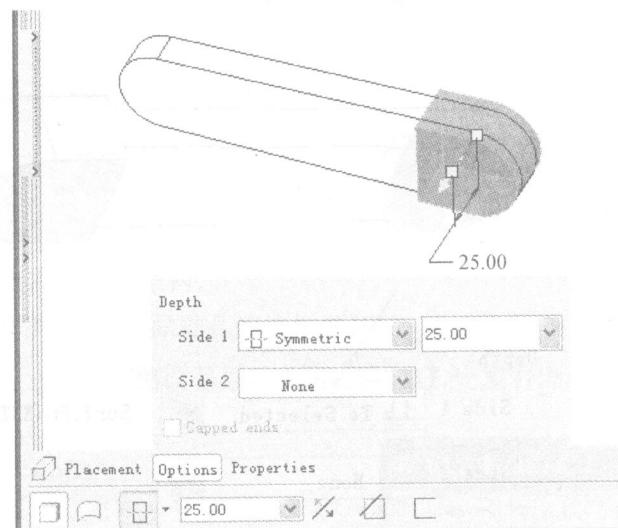

图 7-6
③ 点击 ,完成草绘 →【Options(选项)】→修改深度方式为【Symmetric(对称)】→修改深度为“25”,如图 7-6 所示。